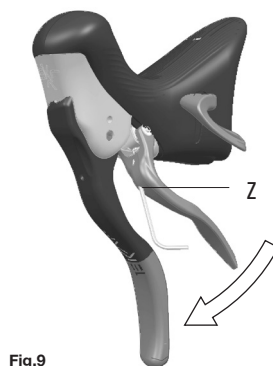
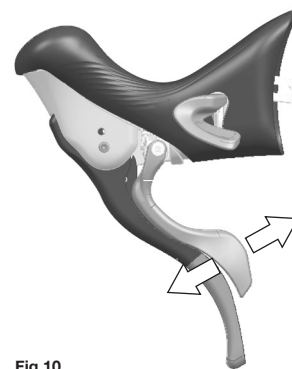

Fig.9
Fig.10
La position du levier externe, plus ou moins proche du levier de frein, peut être réglée au moyen de la vis sans tête présente dans le trou Z (Fig.9 / Fig. 10). La position correcte du levier externe doit permettre au levier d'effleurer le caoutchouc présent sur le levier de frein sans le toucher.
- Tourner la clé Allen dans le sens des aiguilles d'une montre (Fig.9) pour éloigner le levier de levier de frein (Fig.10), ou dans le sens inverse pour rapprocher le levier.